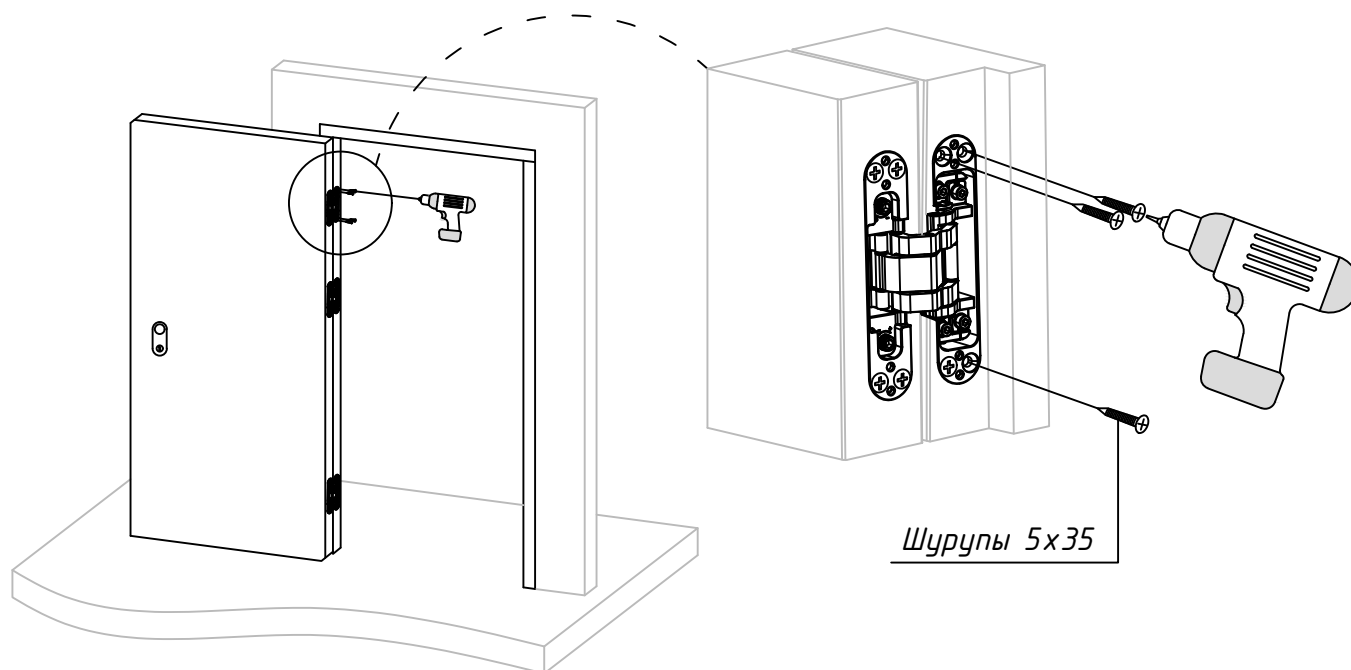

Рис. 5
3.2. Установите дверное полотно с петлями в соответствующие пазы на дверной коробке, согласно маркировке, и зафиксируйте их шурупами 5x35 (см. рис. 5), предварительно просверлив отверстия диаметром 3мм.